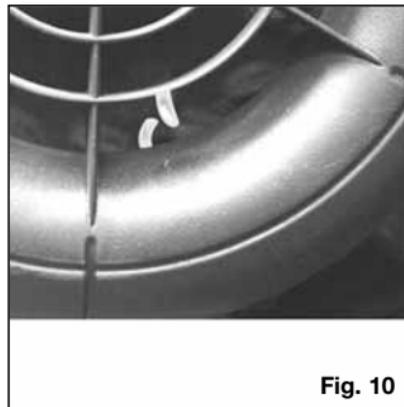
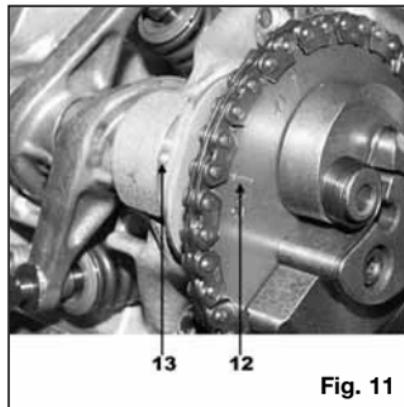

Fig. 10
Fig. 11
- Portare l'albero motore al punto morto superiore servendosi di una chiave a T inserita nel dado centrale del variatore. Per verificare l'esatta posizione del punto morto superiore bisogna allineare l'aletta della ventola di raffreddamento con la tacca presente sul convogliatore aria (**Fig. 10**).
- Montare la catena di distribuzione sulla corona dentata ed inserirla sull'albero a camme, allineando la linea di riferimento 2V (**Fig.11-part.12**) con la tacca presente sulla testa (**Fig.11-part.13**).
- Bring the crankshaft to top dead centre by inserting a T wrench in the variator central nut. To check the exact position of top dead centre you have to align the blade of the cooling fan with the notch on the air conveyor (**Fig. 10**).
- Fit the gearing chain on the crown gear and insert it on the camshaft, aligning the reference line 2V (**Fig.11-part. 12**) with the notch on the head (**Fig.11-part.13**).
- Déplacez le vilebrequin au point mort haut en vous servant d'une clé avec manche en T introduite dans l'écrou central du variateur. Pour vérifier la position exacte du point mort haut, vous devez aligner l'ailette du ventilateur de refroidissement avec le cran sur le convoyeur d'air. (**Fig. 10**).
- Die Kurbelwelle mit Hilfe eines T-förmigen Schlüssels, an der Zentralmutter des Variators angesetzt, zum oberen Totpunkt bringen. Zur Überprüfung der exakten Position des oberen Totpunktes ist der Lüfterradflügel mit der Kerbe auf der Kühlerhaube (**Fig. 10**) auszurichten.
- Die Steuerkette auf dem Zahnkranz und auf der Nockenwelle montieren, wobei die Bezugslinie 2V (**Fig.11-Det.12**) mit der Kerbe auf dem Zylinderkopf (**Fig.11-Det.13**) auszurichten ist.
| I T A L I A N O | <p>eventualmente spostare la catena di distribuzione di un dente in più o in meno sulla corona dentata. Fare attenzione e controllare spesso che durante la messa in fase dell'albero a camme non si muova l'albero motore, dalla posizione indicata dai due riferimenti allineati come in Fig. 10.</p> <ul style="list-style-type: none"> - Montare il tendicatena originale e serrare il dado centrale dello stesso, comprimendo la molla che regola la tensione della catena di distribuzione. - Rimontare come in origine tutto il gruppo decompressore fissato sull'albero a camme. - Con una chiave a bussola con manico a T, agendo sul dado presente sull'albero motore e che fissa il variatore, far compiere all'albero motore 4-5 giri completi e riportarlo al punto morto superiore allineando i riferimenti della Fig. 10 e controllare che la corona dentata della catena |
| E N G L I S H | <p>chain by one tooth more or one less on the crown gear.</p> <ul style="list-style-type: none"> - Be careful to check often to ensure that the crankshaft is not moving during the timing of the camshaft from the position indicated by the two reference marks aligned as shown in Fig. 10. - Fit the original chain tightener and tighten the central nut on it, compressing the spring that regulates the gearing chain tension. - Re-assemble as in the origin the whole decompressor group fixed on the camshaft. - Using a socket wrench with a T-shaped handle, and intervening on the nut found on the crankshaft and that fastens the variator unit, make all the engine have 4-5 complete revolutions and bring it back to the top dead centre, aligning the references shown in Fig. 10 and check to ensure that the gearing chain crown gear has remained aligned with the reference mark on the head. If the crankshaft is blocked during |
| F R A N C A I S | <p>alignant la ligne de repère 2V (Fig.11-det. 12) avec le cran sur la culasse (Fig.11-det. 13).</p> <ul style="list-style-type: none"> - Tendez manuellement la chaîne de distribution en agissant depuis le trou de montage du tendeur de chaîne et contrôlez que la couronne dentée soit alignée avec le repère 2V se trouvant sur la culasse. Eventuellement, déplacez la chaîne de distribution d'une dent en plus ou en moins sur la couronne dentée. Contrôlez souvent que, pendant la mise en phase de l'arbre à cames, le vilebrequin ne bouge pas de la position indiquée par les deux repères alignés (Fig. 10). - Montez le tendeur de chaîne d'origine et serrez son écrou central, tout en comprimant le ressort qui règle la tension de la chaîne de distribution. - Montez comme à l'origine le groupe decompresseur fixé sur l'arbre à cames. |
| D E U T S C H | <ul style="list-style-type: none"> - Die Steuerkette von Hand spannen, indem über die Montageöffnung des Kettenspanners eingegriffen wird. Stellen Sie sicher, dass der Zahnkranz mit dem Bezug auf der Halterung ausgerichtet ist; notfalls die Steuerkette um einen oder mehrere Zähne des Zahnkranzes versetzen. Vorsichtig vorgehen und mehrmals überprüfen, dass während der Phaseinstellung der Nockenwelle sich die Kurbelwelle nicht von der Position der zwei entsprechend Fig. 10 ausgerichteten Bezugszeichen verschiebt. - Den Originalkettenspanner montieren und die zentrale Mutter festziehen, wodurch die Feder zur Spannungsregelung der Steuerkette zusammengepresst wird. - Die gesamte Dekompressionsgruppe auf der Nockenwelle wieder wie ursprünglich einbauen. - Einen Steckschlüssel mit T-förmigem Griff auf der Mutter, die den Variator auf der Kurbelwelle befestigt, ansetzen und die Kurbelwelle 4-5 |
- Dopo aver verificato che l'albero motore si trovi al punto morto superiore (**Fig. 10**), controllare ed eventualmente ripristinare, il corretto gioco valvola di scarico e di aspirazione. Il valore del gioco delle valvole é indicato nella tabella "Dati montaggio". Per ripristinare il gioco valvole servirsi di uno spessimetro e delle viti di registro presenti sui bilanceri.
- After having checked to ensure that the crankshaft is at the top dead centre (**Fig. 10**), check and if necessary correct the exhaust and intake valve for the proper clearance. The value clearance is specified in the table entitled "Assembly data". For valve clearance adjustment, you need a feeler gauge and some adjusting screws found on the equalizers.
- Avec une clé à douille mâle à béquille, agir sur l'écrou de l'arbre à cames qui fixe le groupe variateur et faites faire 4-5 tours complets au vilebrequin, puis remettez-le au point mort haut en alignant les repères de la **Fig. 10**; contrôlez que la couronne dentée de la chaîne de distribution soit encore alignée avec le repère. Si, pendant la rotation, le vilebrequin se bloque, vous ne devez absolument essayer de le forcer mais contrôlez la mise en phase de la distribution car il est évident qu'elle n'a pas été exécutée correctement, et refaites-la en suivant scrupuleusement la procédure décrite précédemment.
- Après avoir vérifié que le vilebrequin du moteur se trouve au point mort haut (**Fig. 10**), contrôlez et éventuellement rétablissez le jeu correct de la soupape d'échappement et d'admission. La valeur du jeu des soupapes est indiquée dans le tableau "Données de montage". Pour rétablir le jeu des soupapes, utilisez une jauge d'épaisseur et les vis de réglage se trouvant sur les balanciers.
- vollständige Umdrehungen durchdrehen, um sie wieder zum oberen Totpunkt zu bringen; dabei sind die Bezugszeichen von **Fig. 10** auszurichten und es ist sicherzustellen, dass der Zahnkranz der Steuerkette weiterhin mit dem Bezug auf dem Zylinderkopf ausgerichtet ist. o Wenn die Kurbelwelle während der Umdrehung blockiert, darf keinesfalls Kraft angewandt werden, sondern es ist nochmals die offensichtlich nicht korrekt durchgeführte Phaseneinstellung der Steuerung zu überprüfen und oben erwähnter Vorgang sehr präzise zu wiederholen.
- Nachdem festgestellt worden ist, dass sich die Kurbelwelle im oberen Totpunkt (**Fig. 10**) befindet, muss kontrolliert und evtl. das korrekte Ansaug- und Auslass-Ventilspiel wiederhergestellt werden. Der Wert des Ventilspiels ist in der Tabelle „Montagedaten“ angegeben. Zur Wiederherstellung des Ventilspiels sind eine Fühlerlehre und die Einstellschrauben auf den Kipphebeln zu verwenden.